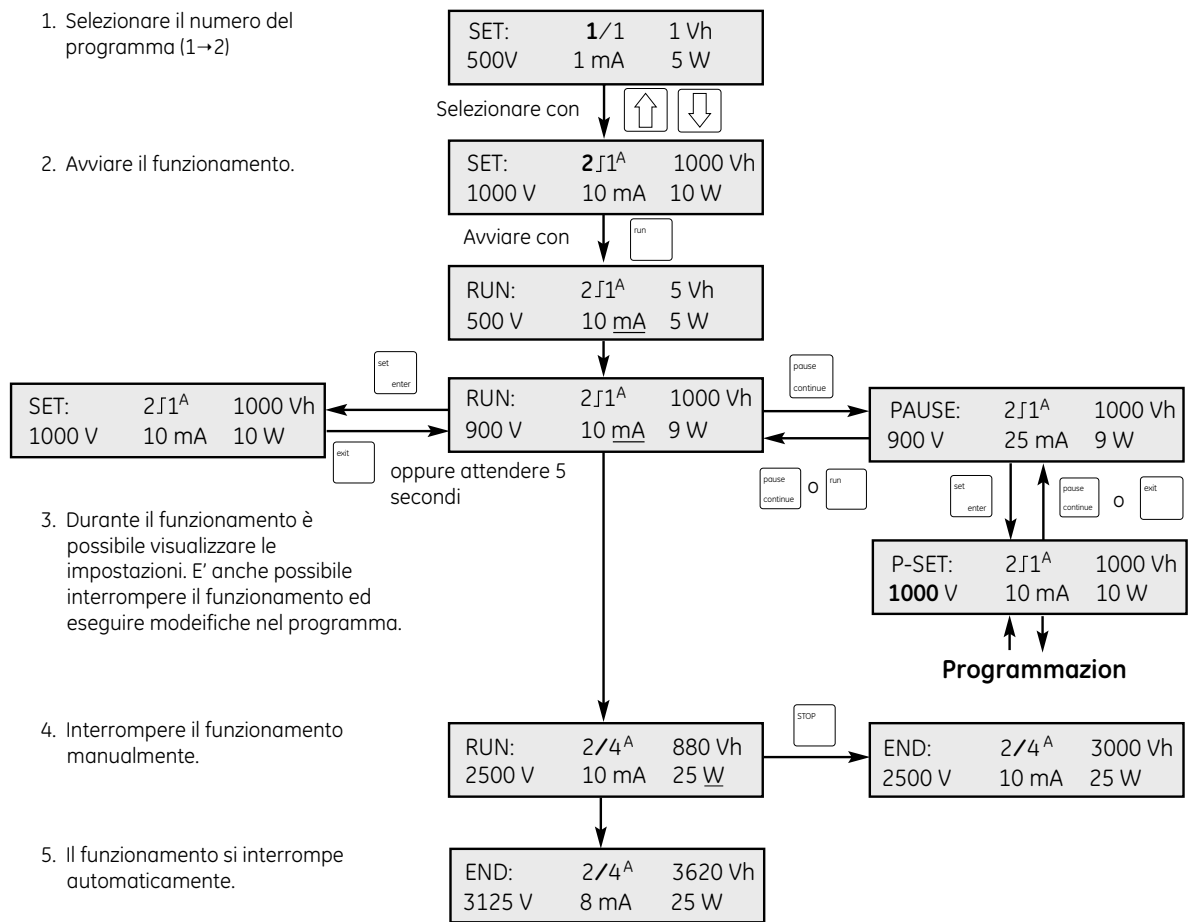

Fig 7. Esecuzione, visualizzazione ed interruzione di un programma.
3. Esecuzione di un metodo. Vedere Fig 7.